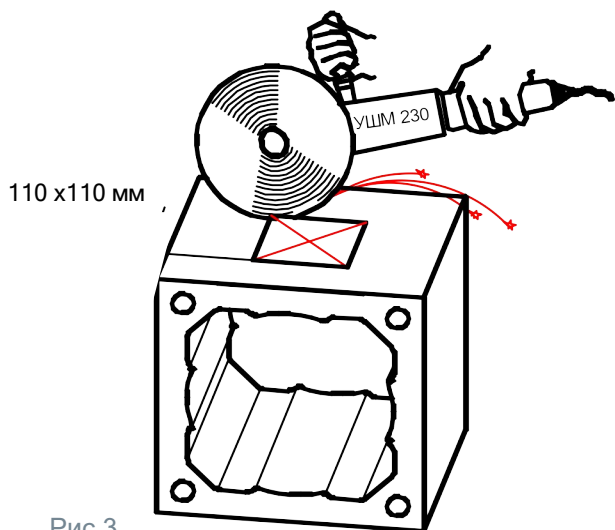

Рис.3
2. С помощью угловой шлифовальной машины (далее УШМ) вырежьте в блоке отверстие 110x110 мм для вентиляционной решётки на высоте 50 мм от уровня чистого пола. Рис. 3